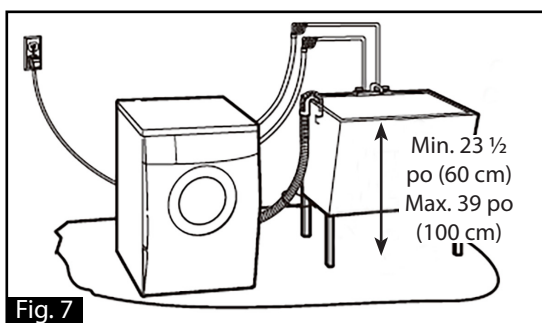

Fig. 7
2. SYSTÈME DE VIDANGE DE LA CUVE À BUANDERIE (FIG. 7) :